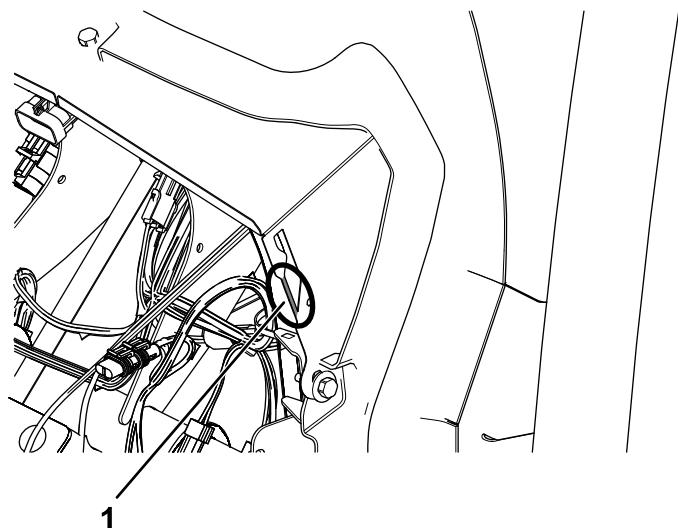

Figura 41
- 3. Utilizando um alicate, retire as pontas de cada lado da calha de água (Figura 41).